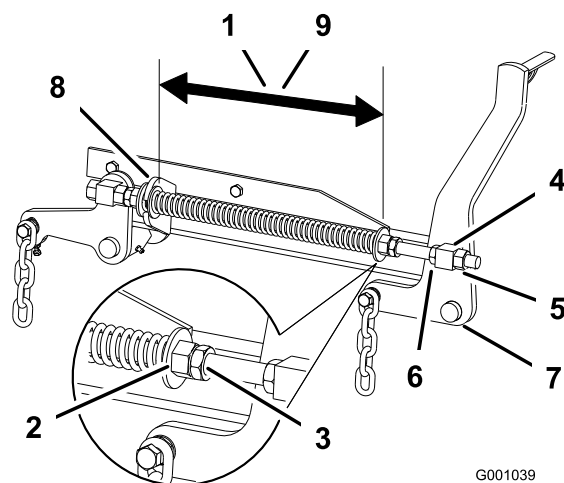

Figure 83
2. Vérifiez que les deux grandes rondelles sont espacées de 28,2 cm pour les plateaux de coupe de 132 cm, et de 26,7 cm pour les plateaux de coupe de 152 cm (Figure 83).
3. Réglez cette distance en desserrant l'écrou de blocage du ressort et en tournant l'écrou devant chaque ressort (Figure 83). Tournez l'écrou dans le sens
4. Bloquez l'écrou en position en serrant l'écrou de blocage du ressort (Figure 83).